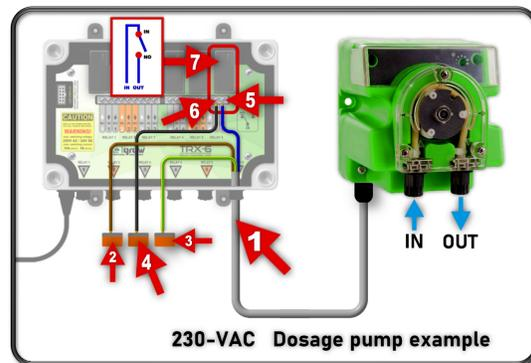

Figure 7.0.3
Une fois l'unité TRX-6 ouverte, vous pouvez passer le câble d'alimentation provenant de l'appareil dans le presse-étoupe TRX-6 correspondant et le fixer. (Voir Figure 7.0.3-1).
Ensuite, prenez le fil marron (Ligne) du câble de l'appareil et connectez-le à un bornier séparé. (Voir Figure 7.0.3-2). Si disponible, faites de même pour le câble de mise à la terre (vert/jaune) (Voir Figure 7.0.3-3). Ensuite, prenez le fil bleu (neutre) du câble de l'appareil et connectez-le à la borne du fil (NO) sur l'unité TRX-6. (Voir Figure 7.0.3-5/7).
Procurez-vous ensuite un morceau de fil (noir) et connectez une extrémité à la borne (IN) de l'unité TRX-6 (voir Figure 7.0.3-6/7). Acheminez l'autre extrémité du fil noir de l'interrupteur vers un bornier séparé. (Voir Figure 7.0.3-5).